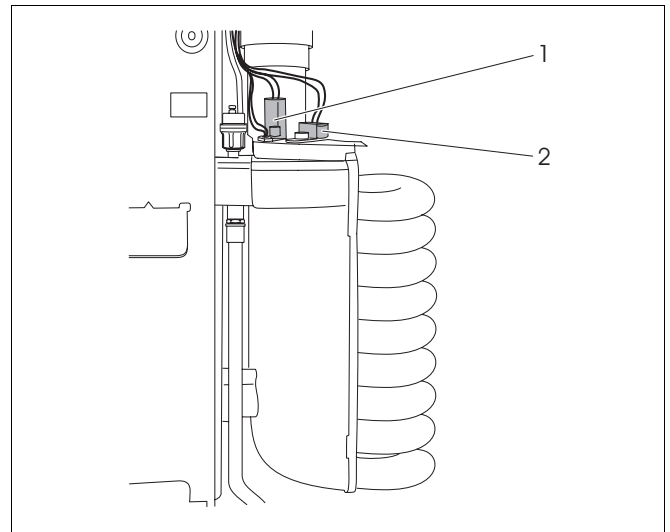

Abb. 45 Glühzünder und Ionisationselektrode entfernen
- Glühzünder (Abb. 45, Pos. 1) und Ionisationselektrode (Abb. 45, Pos. 2) abziehen.
- Glühzünder (Abb. 45, Pos. 1) und Ionisationselektrode (Abb. 45, Pos. 2) entfernen.